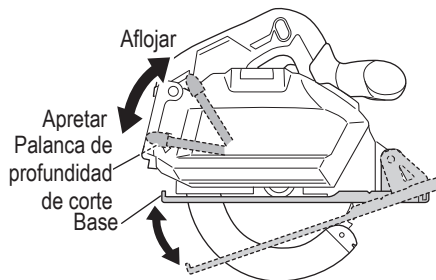

Fig. 20
2. Comprobación de si la palanca está apretada (Fig. 20). Si la palanca de profundidad está suelta, podrían producirse lesiones. Asegúrese de que esté fijada de forma segura.